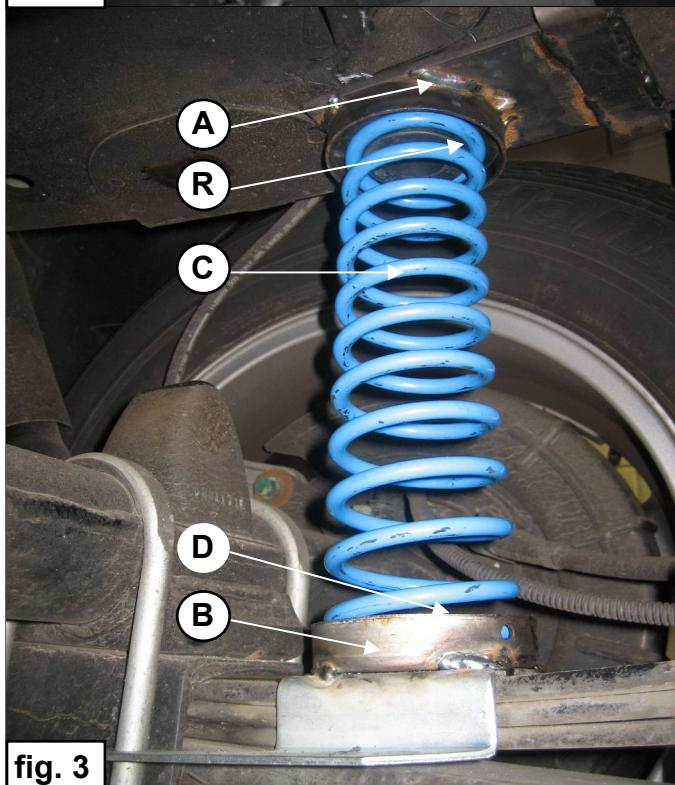

fig. 3
6. Montieren Sie Niveaufeder **C** mit Großen Durchmesser auf Federteller **D**. Drücken Sie der Niveaufeder kräftig nach unten und montieren Sie der Niveaufeder oben auf Gummi **R**. Siehe Bild 3.
6. Placez le ressort auxiliaire **C**, la grande diamètre sur le patin de ressort **D**. Enfoncez fermement le ressort vers le bas et faites-le glisser sur le caoutchouc **R**. Voir fig.3.
6. Sätt hjälpfjäder **C** med det stora diametern på fjädersäte **D**, tryck fjädern bestämt nedåt och skjut den på gummi **R**. Se fig.3.